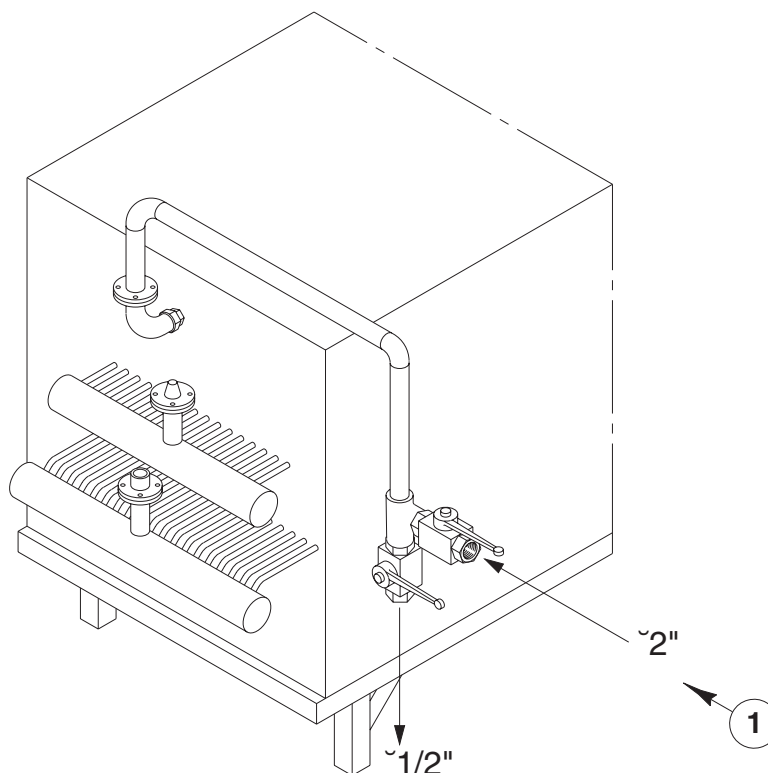

Fig.7.12
- Verifique que la válvula (*Pos.1, Fig.7.12*) esté cerrada y abra la válvula a esfera (*Pos.2, Fig.7.12*) para hacer circular el agua en el exterior de la serpentina del evaporador. Realizada la descongelación cierre la válvula (*Pos.2, Fig.7.12*), abra la válvula (*Pos.1, Fig.7.12*) obteniendo la descarga del agua residual de la serpentina.